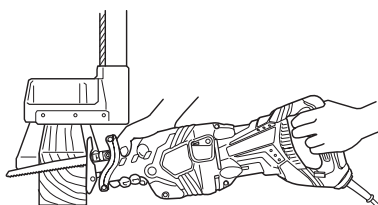

Fig. 23
- (1) Cuando corte madera, cerciórese de asegurar firmemente la pieza de trabajo antes de comenzar. (Fig. 23)